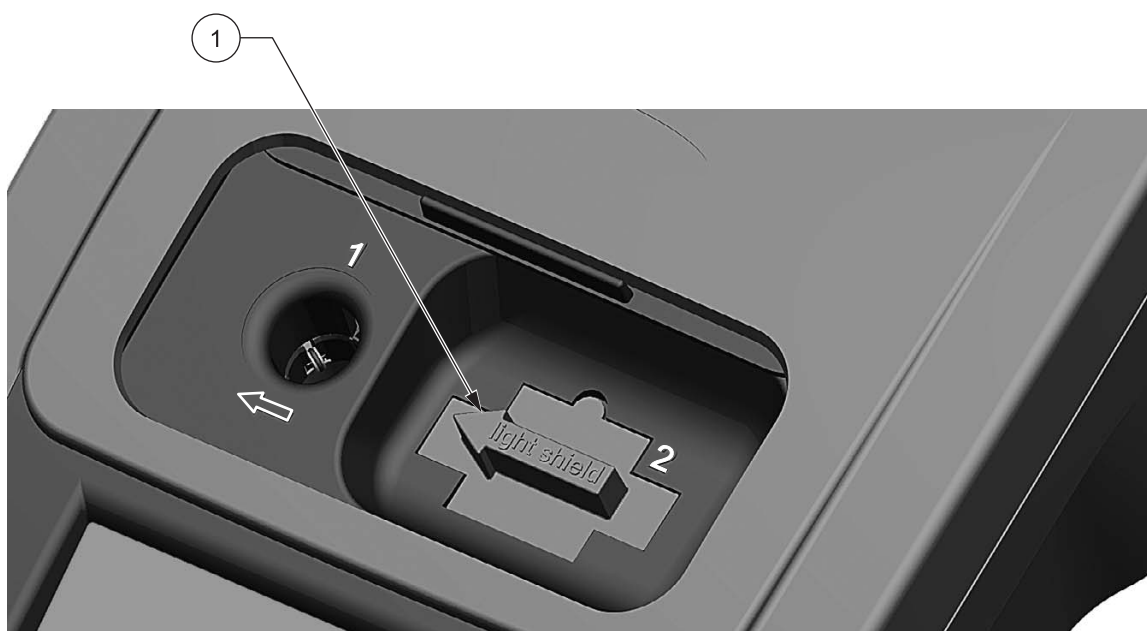

Figura 6 Protector de luz instalado
2. Coloque el protector de luz de manera que la flecha sobre éste apunte a la izquierda y la pestaña de orientación encaje en la ranura de la abertura del compartimento (Figura 6).